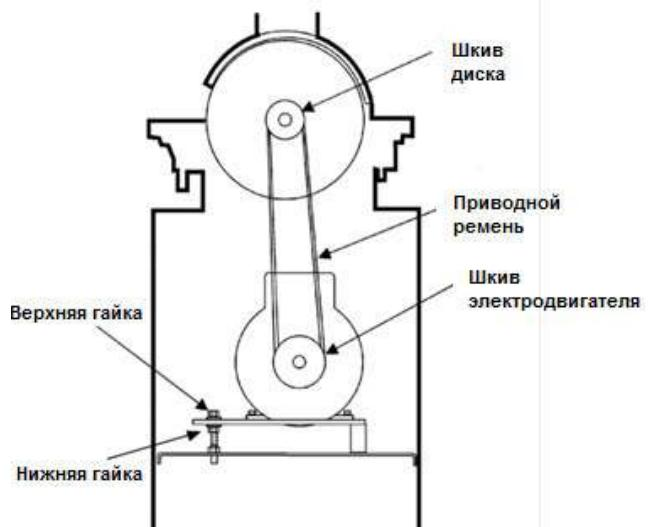

Рис. 6 (вид спереди)
См. рис. 6:
- Приводной ремень уже установлен на шкиве диска с задней стороны диска (см. Рис. 6). Однако следует удостовериться, что ремень лежит в канавке шкива.